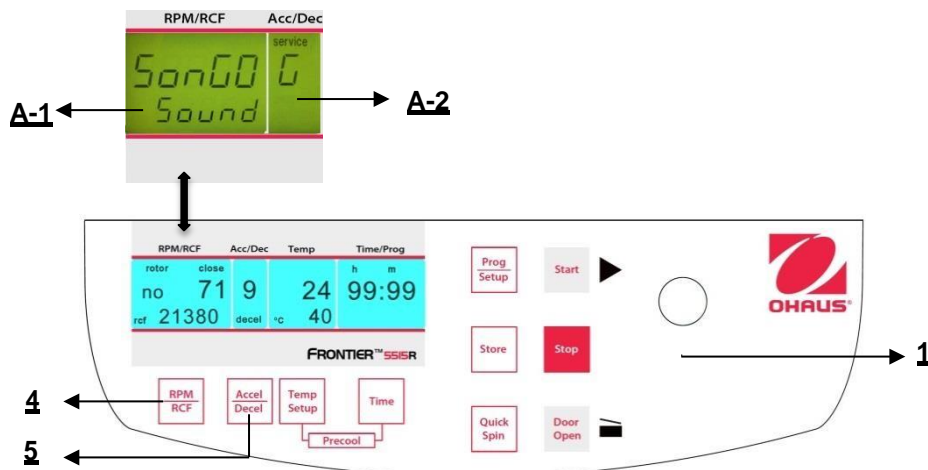

Abbildung. 35
Fahren Sie fort wie unter Punkt 4.1.2 beschrieben, um in den Programmmodus einzutreten und drücken Sie dann die Taste "**Accel/Decel**" (5). Auf der Anzeige blinkt "**Acc/Dec**" (A-2) das Wort "**Service**". Wählen Sie nun den Buchstaben "**G**" mit Hilfe des Anpassungsknopfes (1). Als Ergebnis erscheinen auf der Anzeige "**RPM | RCF**" (A-1) die Worte "**SonGo/Sound**". **Nach dem Drücken der Taste "RPM | RCF" (4) können Sie mit Hilfe des Anpassungsknopfes (1) ein Lied auswählen.** (Siehe Abbildung 35).